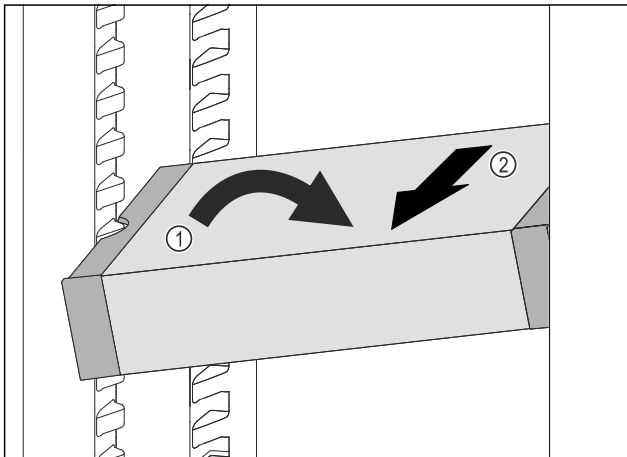

Fig. 102
- ▶ Расположите VarioSafe в холодильном отделении под наклоном. Fig. 102 (1)
- ▶ Извлеките VarioSafe движением вперед. Fig. 102 (2)